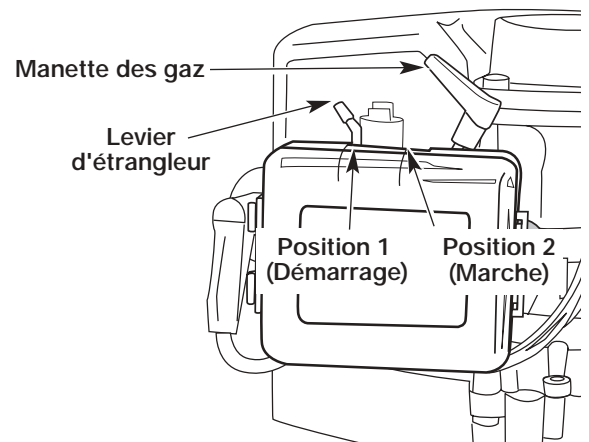

Fig. 3
3. Mettez le levier d'étrangleur en Position 1 (Fig. 3).